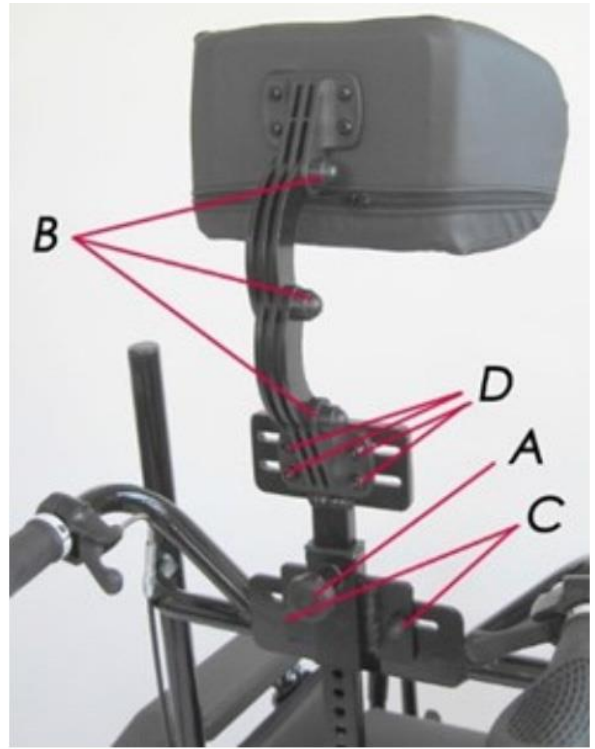

Рис. 13
- Ослабте та викрутіть колесо (див. Рис. 13; п. А).
3. Закрутіть колесо (див. Рис. 13; п. А) до повного блокування.
1. Ослабте відкручуванням у зворотному напрямку гвинти (див. Рис. 13; п. В), розташовані позаду підголівника.
3. Затягніть гвинти (див. Рис. 13; п. В).
1. Ослабте відкручуванням у зворотному напрямку гвинти (див. Рис. 13; п. С) або (див. Рис. 13; п. D).
2. Налаштуйте необхідне положення (гвинти (див. Рис. 13; п. С) та (див. Рис. 13; п. D) дозволяють два бокових регулювання).
3. Затягніть гвинти (див. Рис. 13; п. С) та (див. Рис. 13; п. D)
1. Ослабте колесо (див. Рис. 13; п. А) та підіймайте підголівник до його повного вивільнення.
Розташовані за спинкою, ручки керування (див. Рис. 13; п.А) дозволяють асистенту допомагати у керуванні візком.